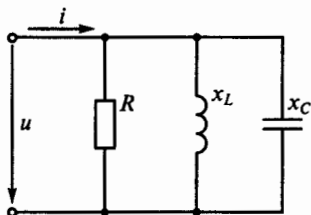

Рис. 104
**3.60.** Каким будет мгновенное значение тока  $i$  в неразветвленной части цепи, показанной на рис. 104, если приложенное напряжение  $u = 141 \sin \omega t$ , а  $r = x_L = x_C = 10$  Ом?